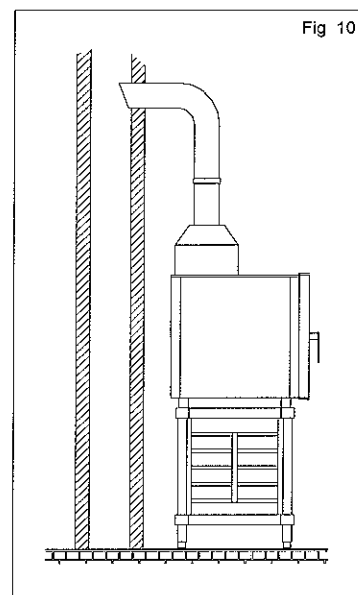

Fig 10
- a uma conduta natural como um tubo da chaminé de tiragem natural de eficiência segura para evacuar os produtos da combustão directamente ao exterior (Fig. 10).